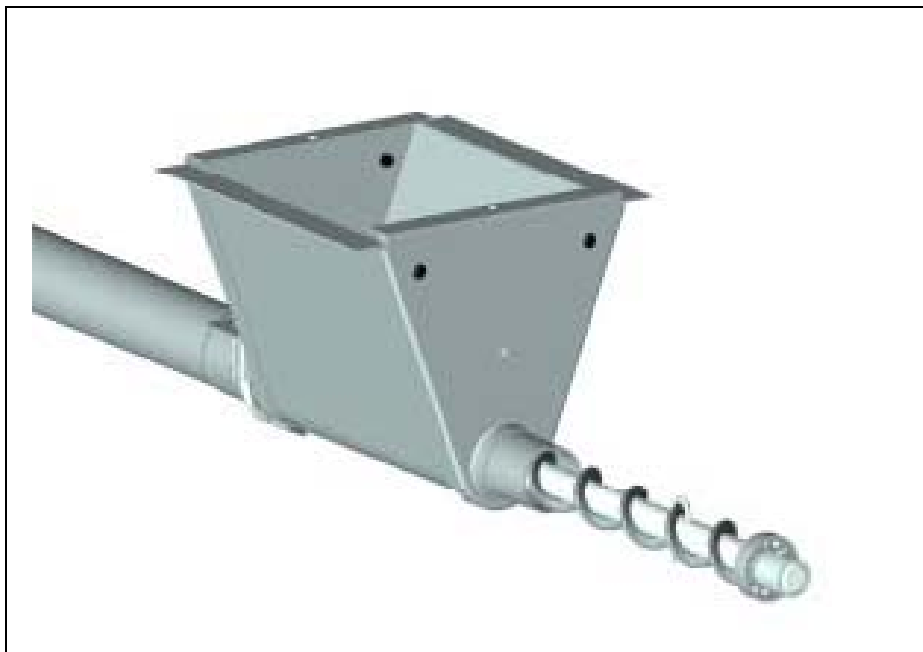

Рисунок 5E
7. Не снимая шипцов, вставьте промежуточный вал в сборе в шнек и пропустите шнек через U-образный болт, как показано на Рисунок 5E. Убедитесь, что промежуточный вал в сборе установлен до шайбы подшипника.